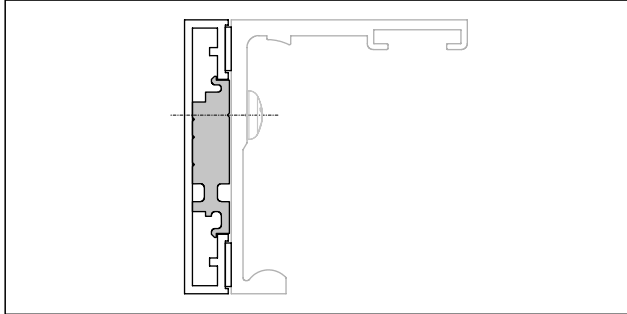
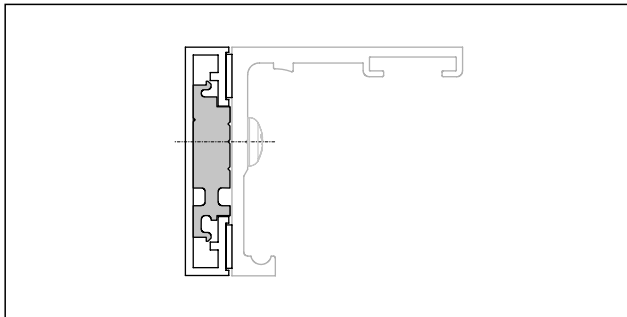
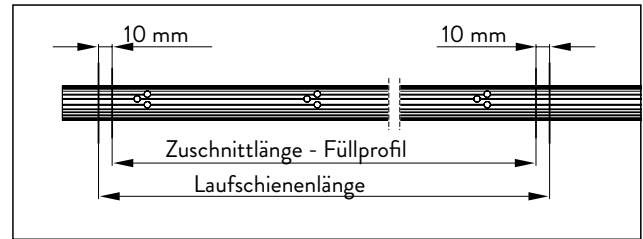

Abb. 8 Einbaulage des Futterprofils für MUTO Premium XL80/150, Self-Closing 120 und Telescopic 80
Abb. 9 Einbaulage des Futterprofils für MUTO Comfort L 80
Abb. 12 Markierungen versetzen
1. Je nach MUTO-Schiebetürsystem, das Futterprofil seitlich in das Gegenprofil einschieben (Abb. 8, Abb. 9 oder Abb. 12).
6. Die Markierungen auf dem Füllprofil rechts und links um 10 mm nach innen versetzen (Abb. 12).
Das Füllprofil muss 20 mm kürzer sein als das Gegenprofil und die Laufschiene (Abb. 12).